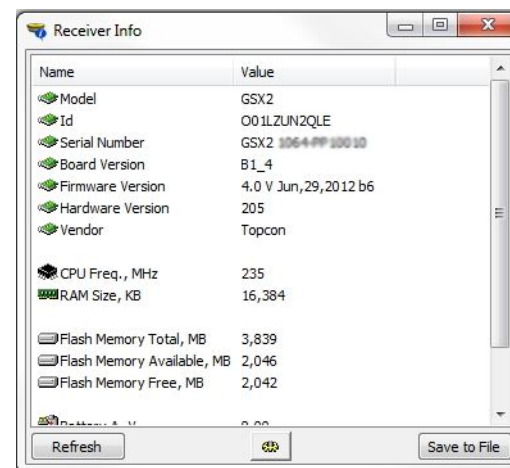

Рис. 6: SRU - Информация о приемнике
6. В главном окне SRU нажмите пиктограмму Информация. Откроется окно Информация о приемнике (Рис. 6).